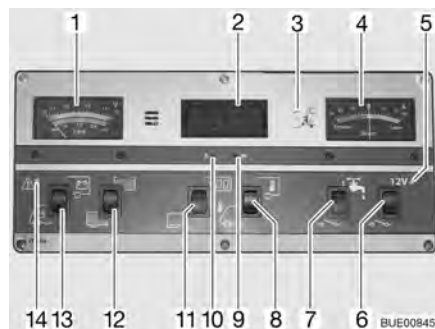

Fig. 104 Panel IT 994
Observar la escala superior del instrumento indicador V/depósito (Fig. 104,1). El instrumento indicador se ilumina automáticamente al accionar el interruptor.
- Pulsar el interruptor basculante (Fig. 104,13) por abajo: Indica la tensión de la batería del motor de arranque.
- Pulsar el interruptor basculante (Fig. 104,13) por arriba: Indica la tensión de la batería del habitáculo.
Observar la escala inferior del instrumento indicador V/depósito (Fig. 104,1). El instrumento indicador se ilumina automáticamente al accionar el interruptor.
- Pulsar el interruptor basculante (Fig. 104,12) por arriba: Indica la cantidad de agua.
- Pulsar el interruptor basculante (Fig. 104,12) por abajo: Indica la cantidad de aguas residuales.
La luz roja de ALARMA (Fig. 104,14) parpadea en cuanto la tensión de la batería del habitáculo baja de 11 V (medición durante el servicio) y hay peligro de descarga completa.
- Pulsar el interruptor basculante (Fig. 104,11) por arriba: El indicador del reloj digital está conectado. El indicador de temperatura está listo para funcionar.
- Pulsar el interruptor basculante (Fig. 104,11) por abajo: El indicador del reloj digital y el indicador de temperatura están desconectados.
- Con ayuda de un objeto delgado, p. ej. una mina de bolígrafo, hacer presión en el orificio para horas (Fig. 104,10) hasta obtener la hora deseada.
- Con ayuda de un objeto delgado, p. ej. una mina de bolígrafo, hacer presión en el orificio para minutos (Fig. 104,9) hasta obtener los minutos deseados.
- Pulsar el interruptor basculante (Fig. 104,8) por arriba: Indica la temperatura interior.
- Pulsar el interruptor basculante (Fig. 104,8) por abajo: Indica la temperatura exterior.
El instrumento indicador (Fig. 104,4) indica constantemente la corriente actual suministrada por la batería. El instrumento indicador se ilumina automáticamente al accionar el interruptor.
El interruptor principal de 12 V (Fig. 104,6) conecta y desconecta el panel y la alimentación de 12 V del habitáculo.
- Pulsar el interruptor basculante (Fig. 104,6) por arriba: La alimentación de 12 V del habitáculo está conectada. La luz de control (Fig. 104,5) se enciende de color verde.
*Desconectar:* ■ Pulsar el interruptor basculante (Fig. 104,6) por abajo: La alimentación de 12 V del habitáculo está desconectada. La luz de control (Fig. 104,5) se apaga.
Se enciende la luz de control de 12 V (Fig. 104,5) cuando se conecta el interruptor principal de 12 V (Fig. 104,6).
Se enciende la luz de control de 230 V (Fig. 104,3) amarilla cuando hay tensión de red en la entrada del bloque eléctrico.
*Conectar:* ■ Pulsar el interruptor basculante (Fig. 104,7) por arriba: El suministro de agua está conectado.
*Desconectar:* ■ Pulsar el interruptor basculante (Fig. 104,7) por abajo: El suministro de agua está desconectado.